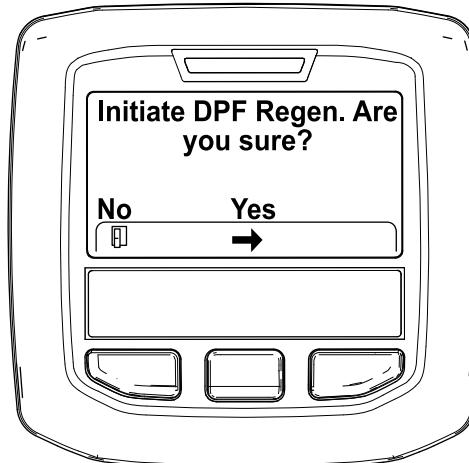

Bild 46
4. Wenn die Meldung „Initiate DPF Regen. Are you sure?“ angezeigt wird, drücken Sie die mittlere Taste (Bild 46).